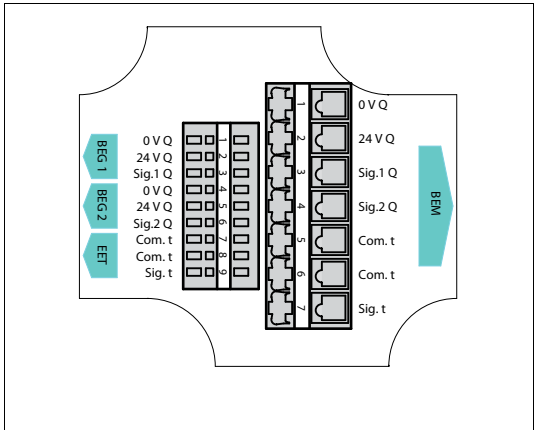

Fig. 6 Información del cableado de la caja de conexión
De manera opcional, el fabricante ofrece para los volúmetros de la serie OMP una caja de conexión que facilita la conexión eléctrica de los diferentes sensores. Se pueden conectar hasta tres sensores. Los cables de los sensores se reúnen en un único cable multifilar de conexión, que se puede entregar opcionalmente a petición. En la parte interior de la tapa de la caja de conexión se encuentra el diagrama, véase Fig. 6, página 38.
2. Realice el cableado de los generadores de impulsos y del sensor de temperatura a través de las uniones a rosca de los cables **2** en la caja de conexión. Para ello, tenga en cuenta la información del cableado, véase Fig. 6, página 38.